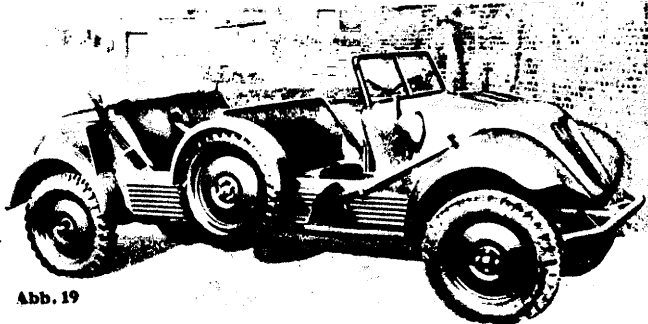

Abb. 19
Neben seinen Dreiradlieferwagen und Vierradlieferwagen stellt Tempo einen zweimotorigen Geländewagen (Abb. 19) her.
**Zündapp.** Zündapp hat ebenfalls eine neue 350-cm3-Maschine mit stehendem Zylinder und hängenden Ventilen, Abb. 19, herausgebracht. Bemerkenswert ist der Ventiltrieb des Motors, der durch Stoßstangen über zwei Nockenwellen erfolgt. Nach Abnehmen der Schutzkappen auf dem Zylinderkopf sind bei diesem Motor, wie aus Abb. 20 ersichtlich, die Ventile zum Nachstellen gut zugänglich. Das Vierganggetriebe wird durch Fußschaltung betätigt. Der Rahmen ist aus Rohren zusammengesetzt, während die Gabel die bekannte Preßstahlausführung zeigt. Vorder- und Hinterrad haben Steckachsen.